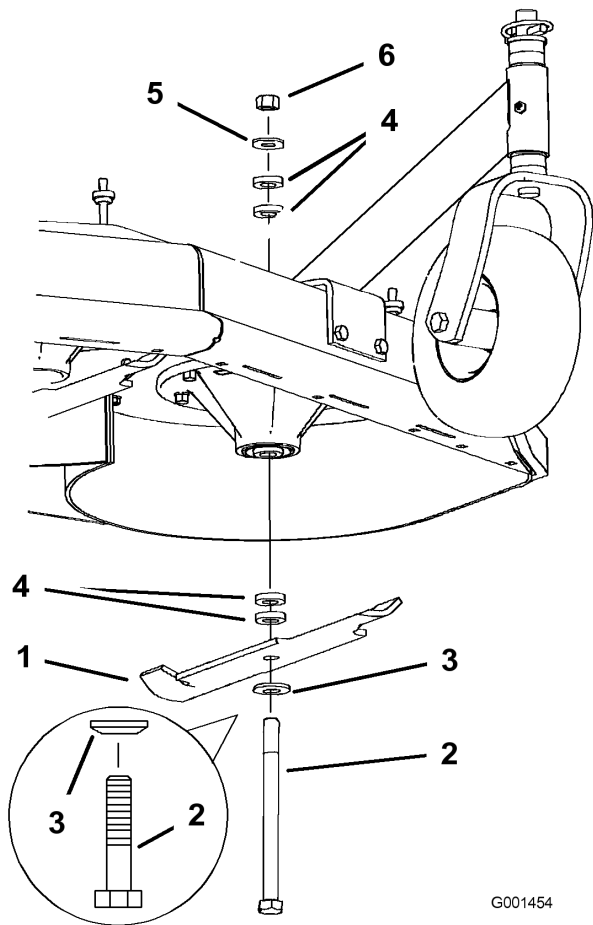

Figura 58
2. Retire la tuerca, el perno de la cuchilla, la arandela curva, la cuchilla, los espaciadores, y la arandela fina del eje (Figura 58).
- Instale el perno, la arandela curva y la cuchilla. Seleccione el número correcto de espaciadores para la altura de corte deseada, y deslice el perno dentro del eje (Figura 58).
- Instale los espaciadores restantes, en su caso, y sujételos con una arandela fina y una tuerca (Figura 58).